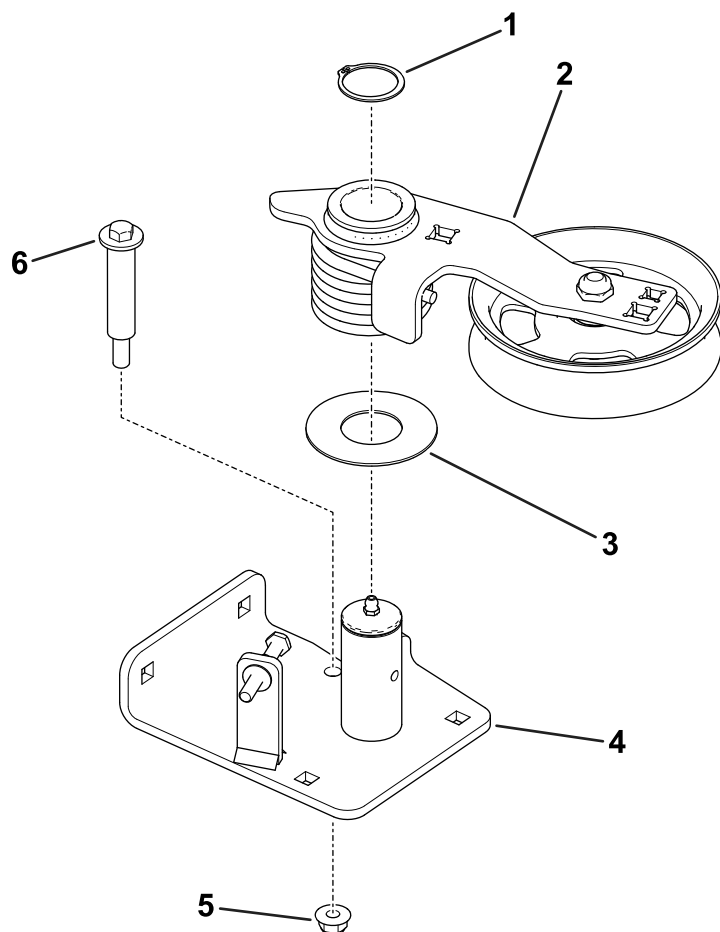

図 4
5. アイドラピボットプレートからショルダーボルトを取り外し、アイドラスプリングの張力を緩める(図 4)。
6. アイドラアームをアイドラピボットに固定している止めリングを取り外す(図 4)。